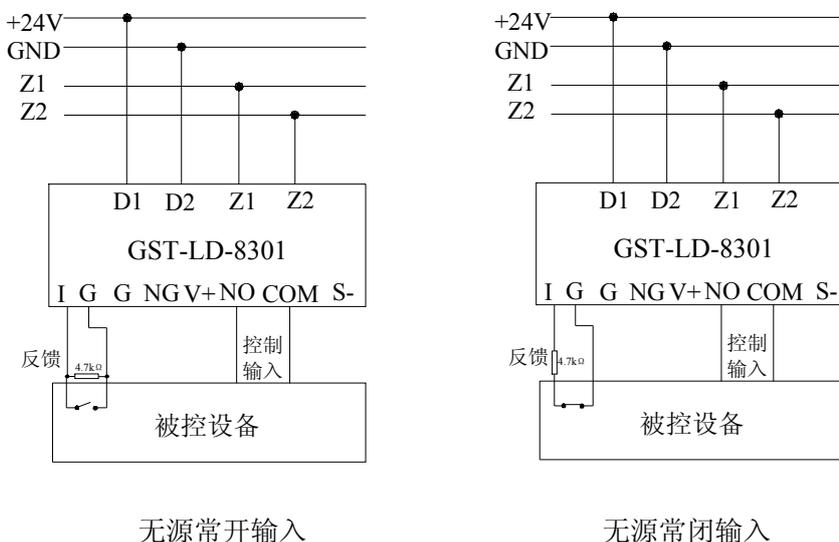

图 2-36
a. 无源输出时，输出检线电压由被控设备提供，模块与控制设备的接线示意图如图 2-36: